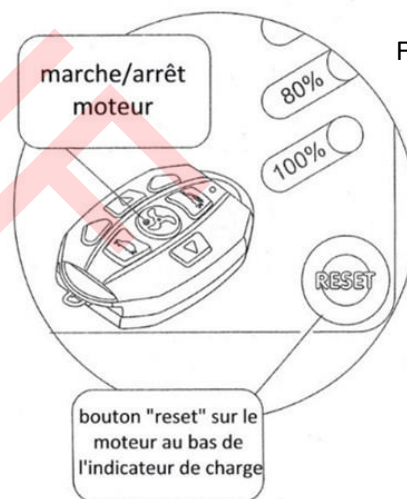

Figure 8
- Appuyez et maintenez la pression sur le bouton  se trouvant sur le moteur et au bas de l'indicateur de charge (photo ci-dessous et figure 8).